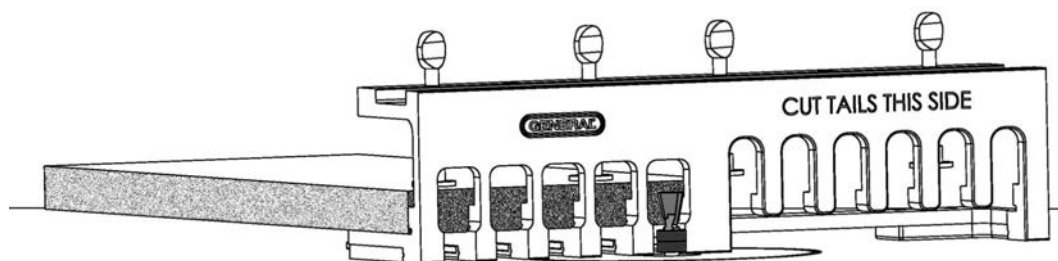

FIG. 13
10. Realice todos los cortes en la tabla de clavijas. Para estos cortes, la fresadora debe estar sobre la superficie donde aparece la indicación "Cut pins this side" (Cortar clavijas por este lado) que aparece en las FIG. 13 y 14. Asegúrese de seguir el perfil de la plantilla.